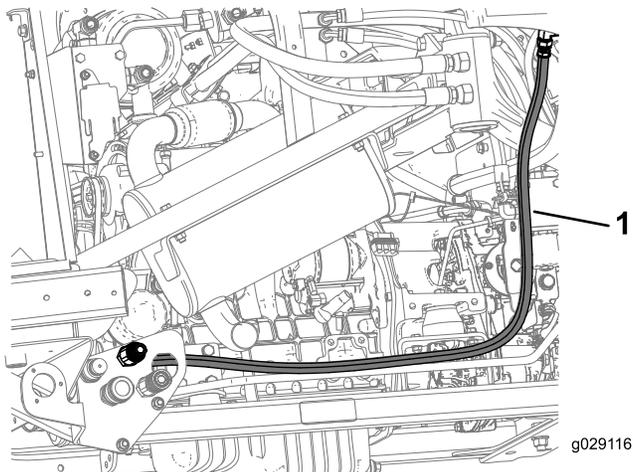

**Рисунок 24**
4. Установите гидравлический шланг F от 45-градусного штуцера к переходному патрубку (2,57 дюйма) на быстроразъемном штуцере (внутренняя резьба 1/2 x 1/2 дюйма) на перегородке в сборе, как показано на Рисунок 24.